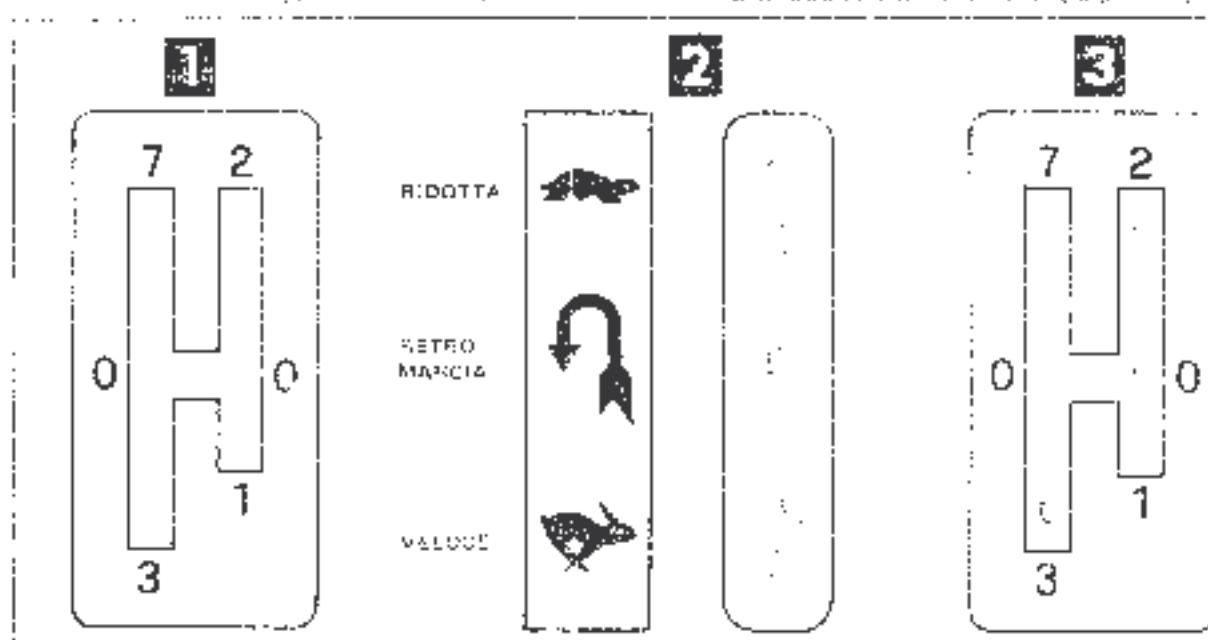

Figura 3. *Diagramma delle posizioni del comandatore variatore di velocità e cavalettaia.*
2) PER COMANDO DELLA CAVALLAIA (Figura 3)